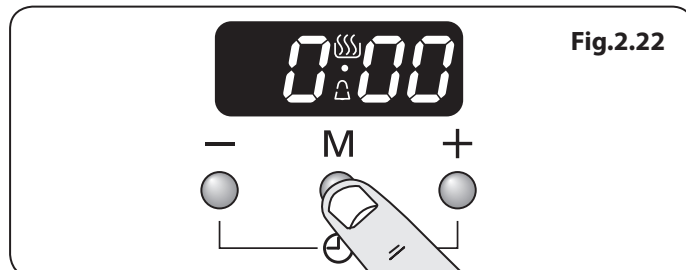
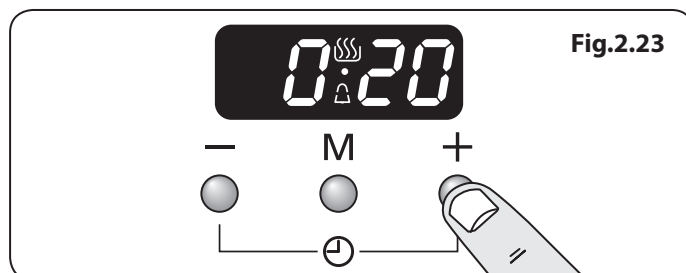

Fig.2.22
Fig.2.23
1. Appuyer sur le bouton mode [M] une fois (Fig.2.22). Le symbole de la cloche [🔔] clignotera sur l'écran. Sélectionner le compte à rebours souhaité entre 00.01 h et 23.59 h à l'aide du bouton [+] (Fig.2.23). Le compte à rebours débutera automatiquement et le symbole [🔔] s'affichera à l'écran.